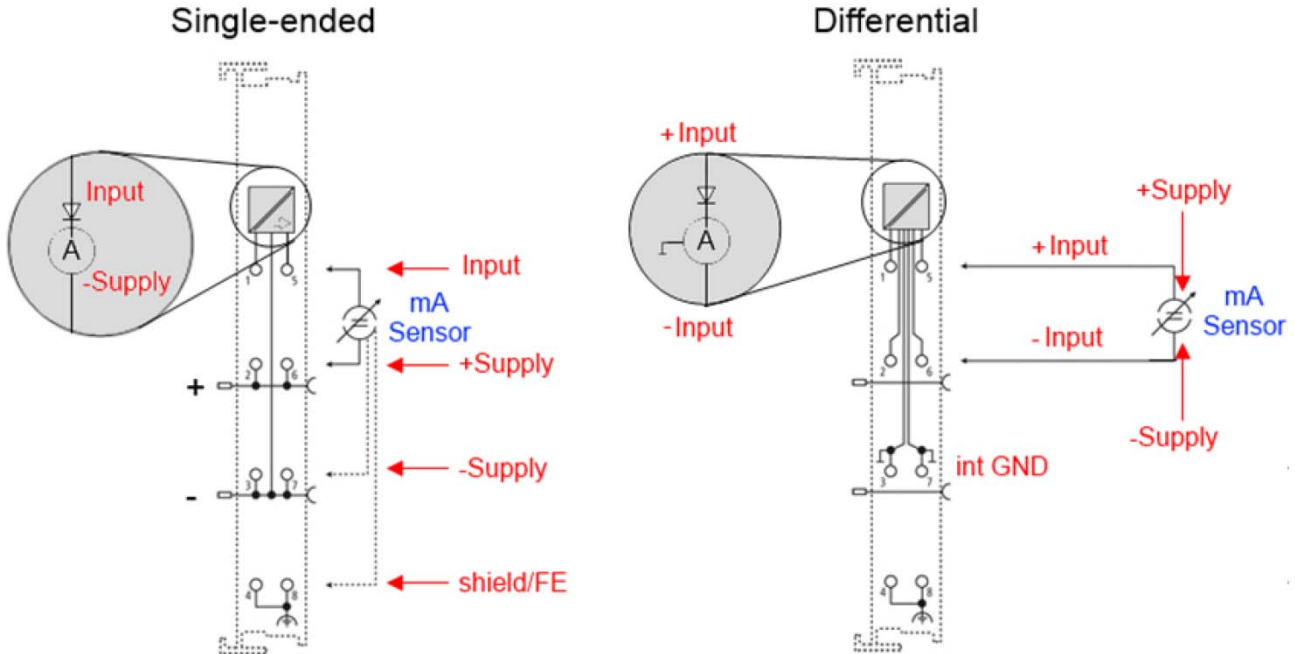

Abbildung 57: Anschluss extern versorgte Sensoren
- 3- und 4-Leiter-Anschluss siehe ▶Abbildung 57◀ auf Seite 165 Anschluss extern versorgte Sensoren, vgl. IEC 60381-1